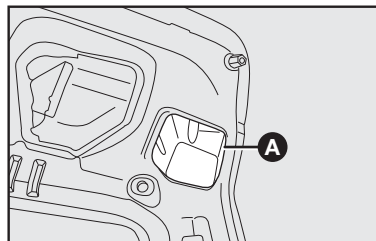

fig. 47
1) utilizando una llave phillips, quite la tapa **A-fig. 47** en la parte interna de la tapa del compartimiento de equipajes.